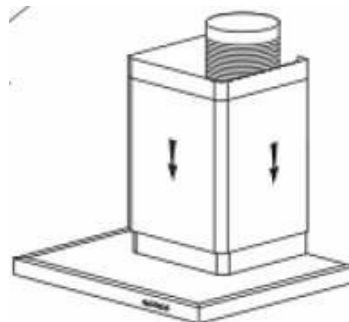

Bild. 5
- Fixera de två kanalerna till kåpan. (del bild 5)